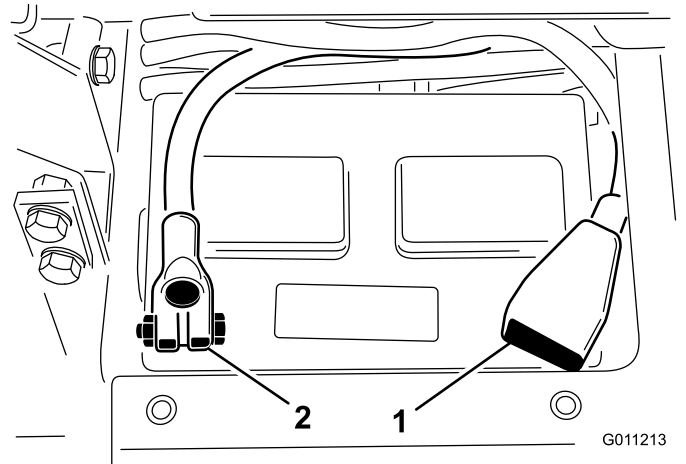

Figura 5
5. Collegate il cavo positivo (rosso) al morsetto positivo (+) della batteria e fissateli con il bullone con testa a martello e il dado (Figura 5).
6. Montate il cavo negativo (nero) sul morsetto negativo (-) della batteria e fissateli con il bullone con a testa a martello e il dado (Figura 5).